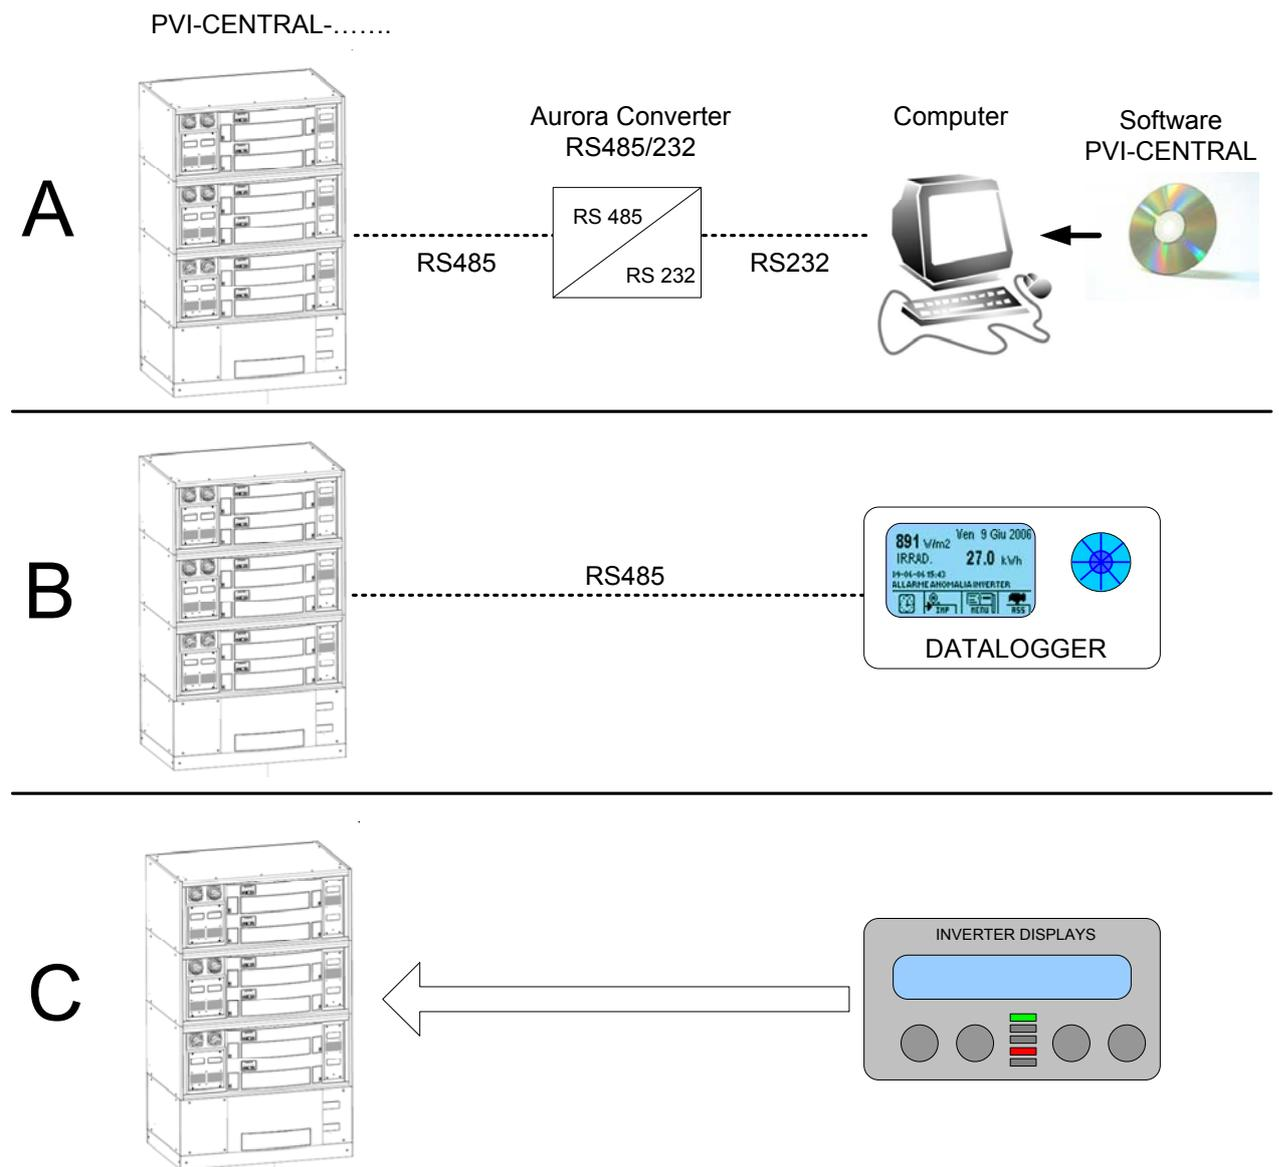

Figura 7-3 : Modi di collegamento
I modi di collegamento della linea RS485 proveniente dal PVI-CENTRAL, al fine di effettuare il monitoraggio dell'inverter, sono principalmente 2 (A e B) mentre un terzo (C) non prevede il collegamento RS485. La Figura 7-3 illustra le modalità: